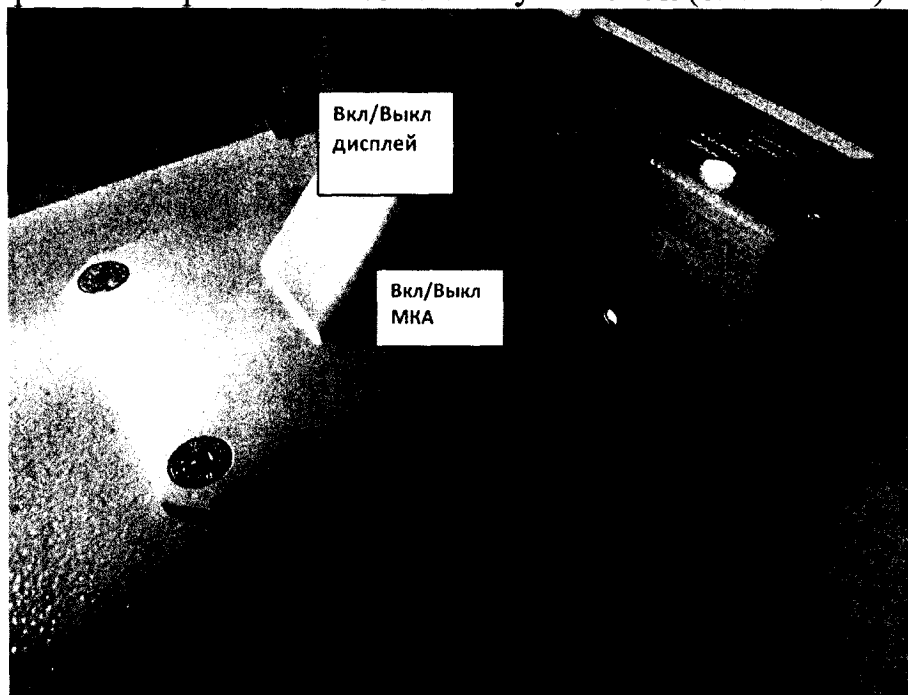
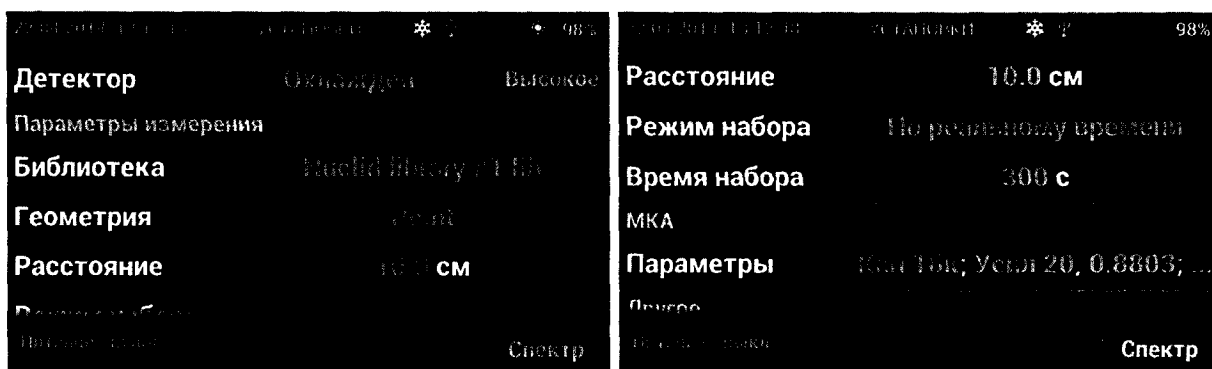

Рис. 43. Кнопки включения/выключения СУ и дисплея.
Рис. 44. Меню установок.
1.10.23.1.7. Для включения дисплея устройства нажмите и удерживайте кнопку, отмеченную на Рис. 43 надписью «Вкл/Выкл дисплей».
1.10.23.1.8. Включите устройство нажатием кнопки, как показано на Рис. 43. Через некоторое время на экране появится меню установок (см. Рис. 44).